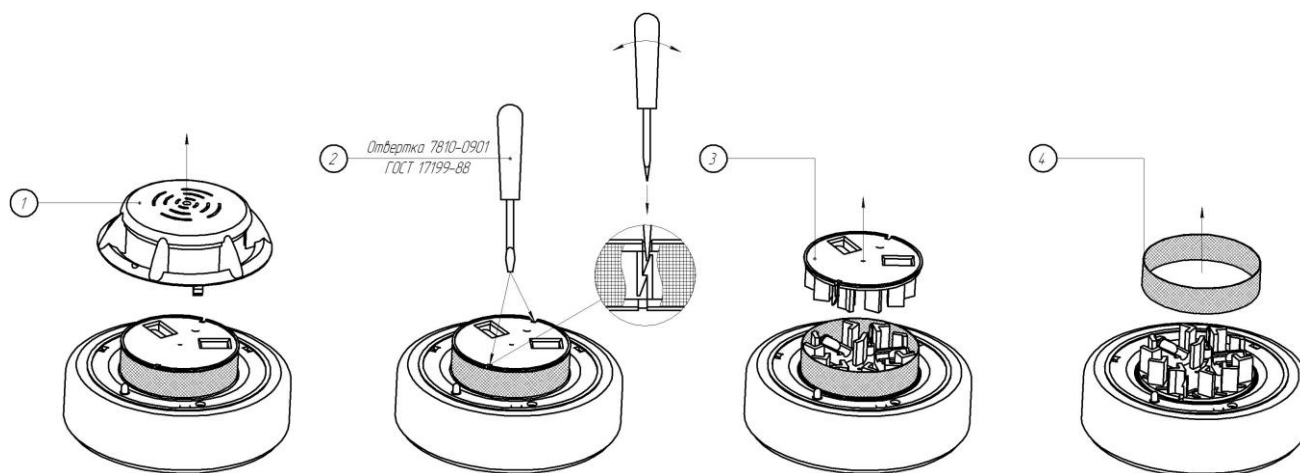

Рисунок 3
3.2 Для проверки срабатывания дымовой части извещателя следует ввести в контрольное отверстие в верхней крышке (поз.1 рис.3) щуп (штырь диаметром 0,5 - 1,0 мм, длиной 3 - 4 см). После 3-4 вспышек светодиод должен светиться постоянно. Для проверки срабатывания тепловой части извещателя направить на термочувствительный элемент струю воздуха, нагретого до температуры (70-75) °С для класса А2; (85-90) °С для класса В.